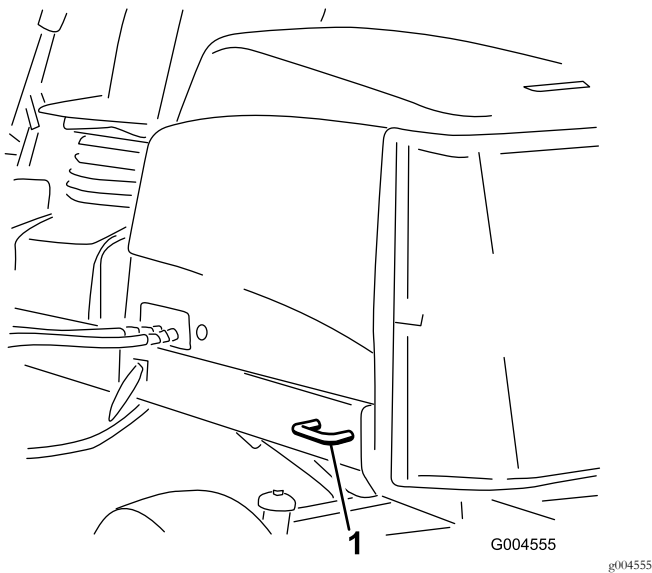

Figura 25
- **Parte trasera de la máquina** – en cada lado de la máquina, en el bastidor trasero (Figura 25).